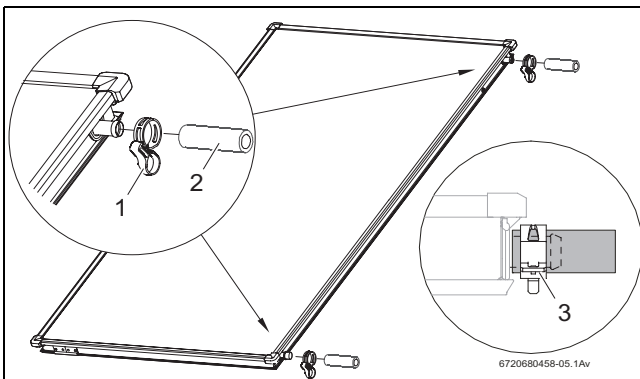

Рис. 30 Предварительная сборка соединительного комплекта на втором коллекторе
- ▶ Наденьте шланги 95 мм (рис. 30, [2]) на правые штуцеры второго и всех других коллекторов.
- ▶ Наденьте пружинные хомуты (рис. 30, [1]) на шланги (второй хомут будет потом фиксировать соединение с другим коллектором).
- ▶ Если пружинный хомут установлен правильно, то потяните фиксирующее кольцо для фиксации соединения (рис. 30, [3]).